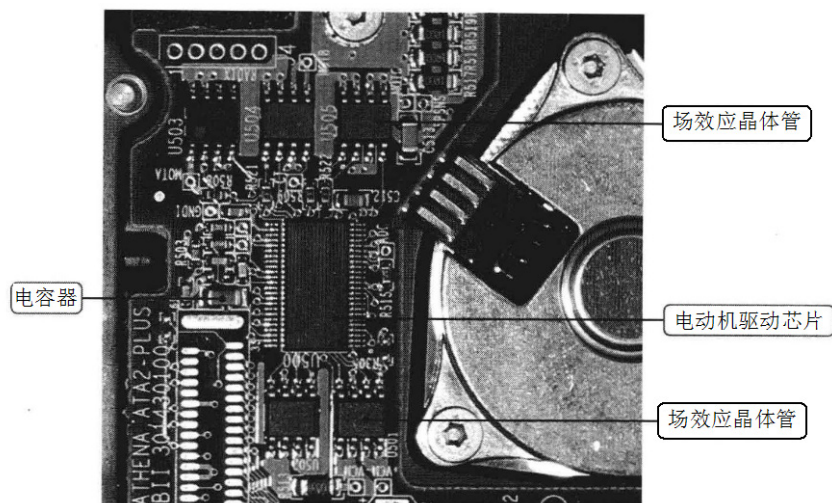

图 6-29 主轴电动机电路中的电容器、场效应晶体管
(3) 如果主轴电动机引脚的对地电阻值为 0 或很小, 则是主轴电动机电路中的电容器、场效应晶体管等元器件出现短路故障, 重点检查这些元器件。如图 6-29 所示为主轴电动机电路中的电容器、场效应晶体管。
(4) 将硬盘通上电, 然后测量电动机驱动芯片的输出电压是否正常 (正常应该是 4~9 V)。如果输出电压正常, 则故障可能是电动机驱动芯片周围的电阻器、场效应晶体管等元器件损坏, 重点检查这些元器件。